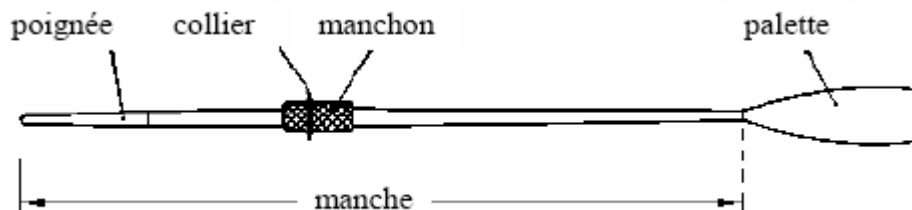

Figure 1 : Structure d'une rame d'aviron
1.c) *Rédaction du cahier des charges. En vous appuyant sur la géométrie générale donnée sur les figures 1 et 2,*